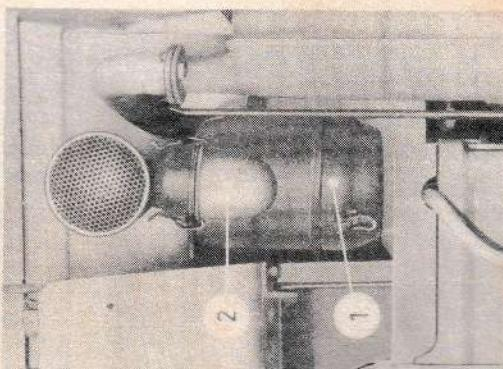

Bild 11
Bei starkem Staubanfall den Vorfilter (2) am Ansaugfilter (1) reinigen (Bild 11). Bei geringem Staubanfall braucht die Reinigung nur alle 20 bis 50 Betriebsstunden zu erfolgen (siehe auch 5.108).